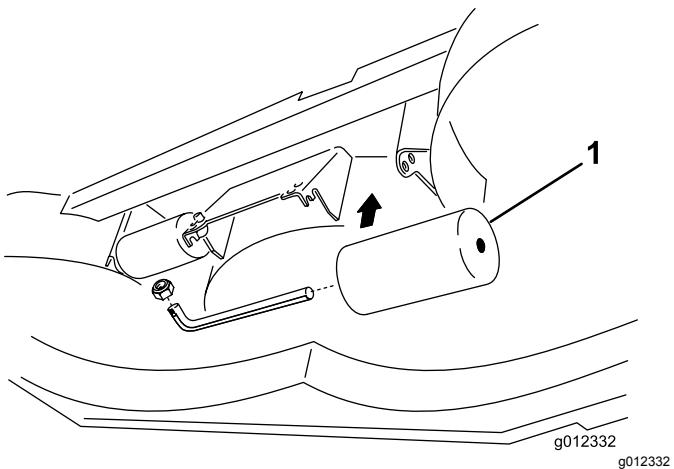

Figura 11
- Para ajustar os rolos traseiros (internos); consulte a Figura 11.